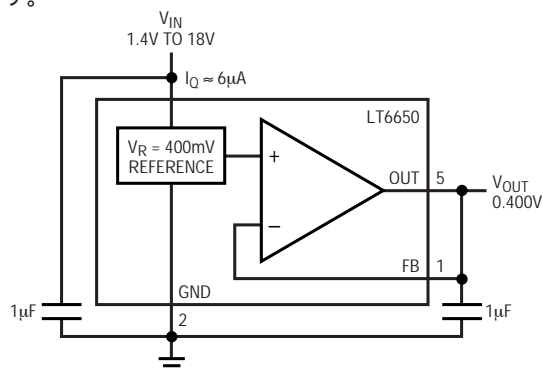

図1．簡単な400mV直列リファレンス
1.4V ~ 18Vの範囲の任意の電源電圧から400mV ± 1%の固定リファレンス電圧を発生させる基本接続を図1に示します。内部の非反転オペアンプ入力ポートは400mVのバンドギャップから得られる信号で常にドライブされ、反転オペアンプ・ポートはユーザーが接続できるように外部ピンとして引き出されています。この回路では、オペアンプには単純に100%負帰還が与えられていますので、リファレンス・ソースのためのユニティゲインのバッファが形成されます。